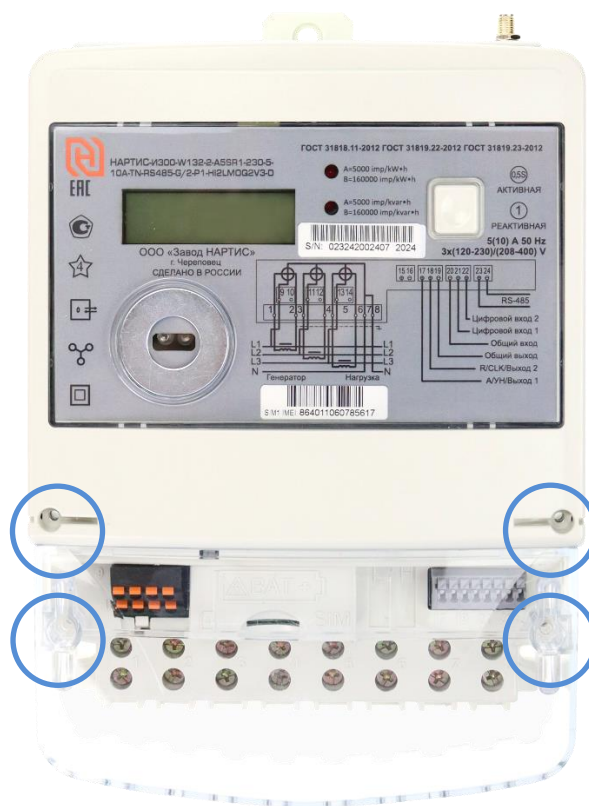

Рисунок 10 – Места опломбировки счетчика НАРТИС-И300-W132
6.1 Опломбировать счетчик пломбами обслуживающей организации (рисунок 10).